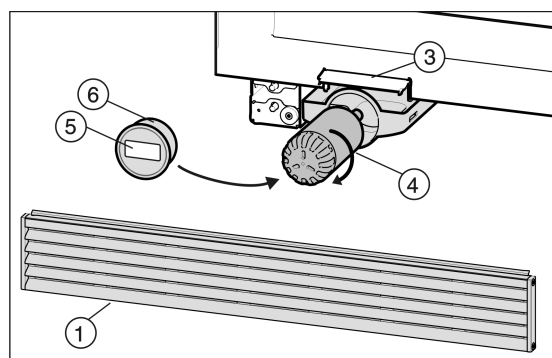

Fig. 9
- ▶ Colocar o novo filtro d'água Fig. 9 (4) e girar em aproximadamente 100° no sentido horário até o batente.
- ▶ Colocar a *Fig. 9 (6)* tampa do filtro.
- ▶ Na etiqueta *Fig. 9 (5)* anexa anotar a data da próxima troca e colar na tampa do filtro *Fig. 9 (6)*.
- ▶ O filtro de água *Fig. 9 (4)* deverá ser introduzido.
- ▶ Fechar chapeleta de troca do filtro *Fig. 9 (3)*.
- ▶ Recolocar a grade de ventilação *Fig. 9 (1)* e pressionar para baixo. Deverá ficar a topo com o chão.